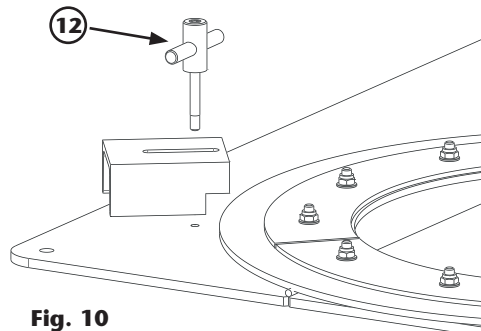

Fig. 10
5. Se o aparelho tem chapa base, encaixe as fixações e aparafuse na base (12) (fig. 10).